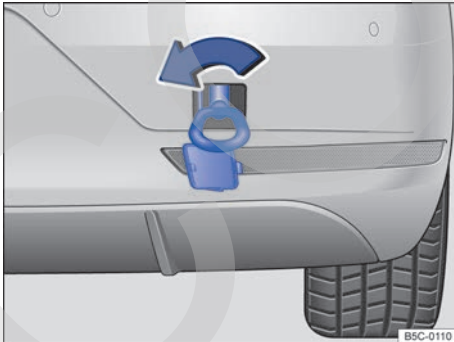

Fig. 161 En el lado derecho del paragolpes trasero: enroscar la argolla de remolque.
El alojamiento de la argolla de remolque enroscable se encuentra en el lado derecho del paragolpes trasero, detrás de una tapa → fig. 161, → Ⓜ.
- Enrosque la argolla de remolque en el alojamiento girándola al máximo **en el sentido contrario al de las agujas del reloj** → fig. 161 → Ⓜ. Utilice un objeto adecuado con el que pueda enroscar completa y fijamente la argolla de remolque en su alojamiento.